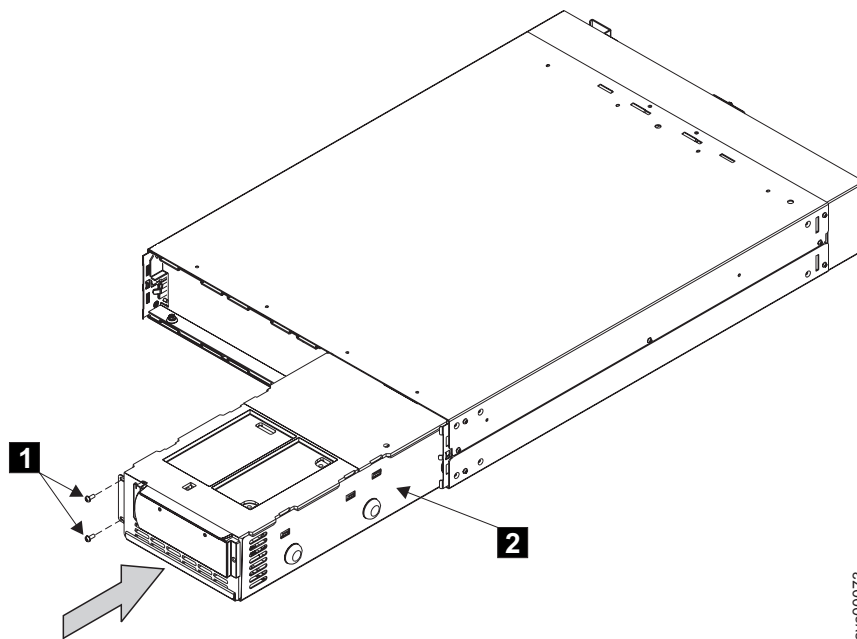

図 241. 2145 UPS の電子装置の交換
1. 2145 UPS の前面の 2 つのねじを交換します。(図 241 の **1**)。
2. 電子部品アセンブリ (図 241 の **2**) を 2145 UPS に挿入します。